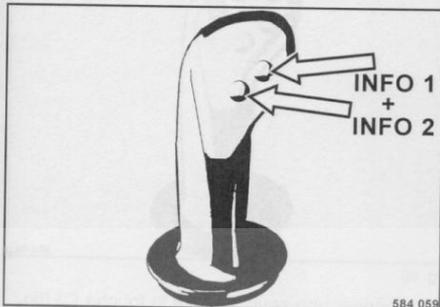

fig. 88
- Appuyer sur les deux touches Info (fig. 88) pendant plus de trois secondes pour accéder au mode d'enregistrement.